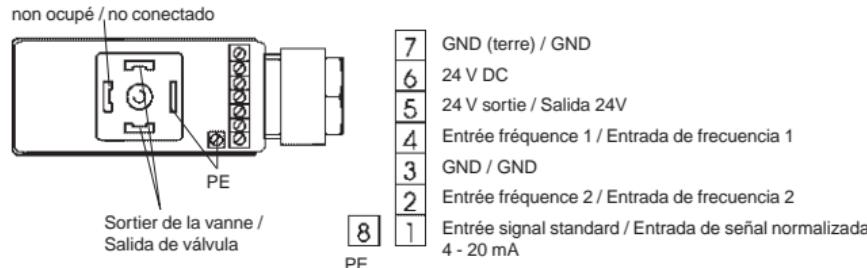

Fig. 2: Occupation des connexions/ Figura 2: Conexiones para tendido de cables
- Connectez les câbles (fig. 2)